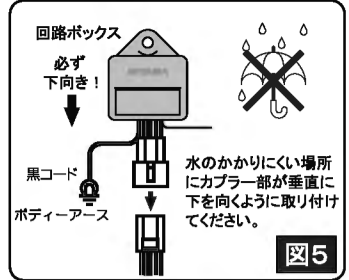

図5
- ② カプラ部が下を向くように取り付けてください。(図5参照)
- ③ 回路ボックスのカプラにドルチェII専用ハーネスのカプラを接続してください。
- ④ 回路ボックスから出ている黒コードをボディーアースしてください。